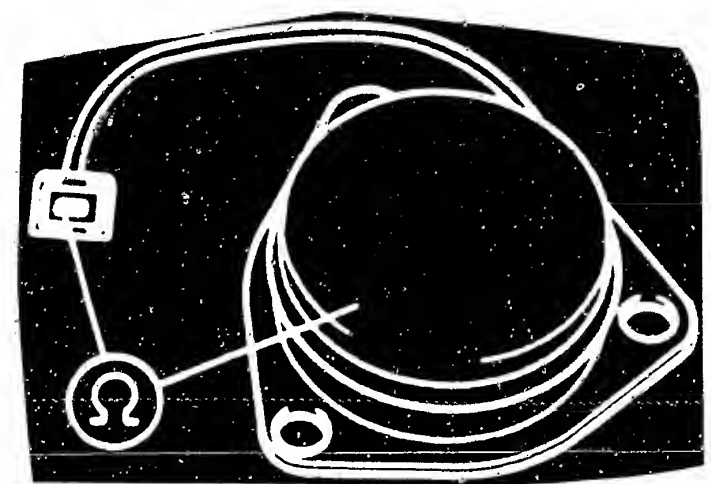

Bild 14 Das Saugrohr-Vorwärmeelement soll einen Widerstand von $1,5\Omega$ aufweisen.
f) **Das Saugrohr-Vorwärmeelement** muss mind. 11,5V Spannung erhalten. Ausgebaut kann sein Widerstand (Sollwert ca. $1,5\Omega$) gemessen werden (Bild 14).